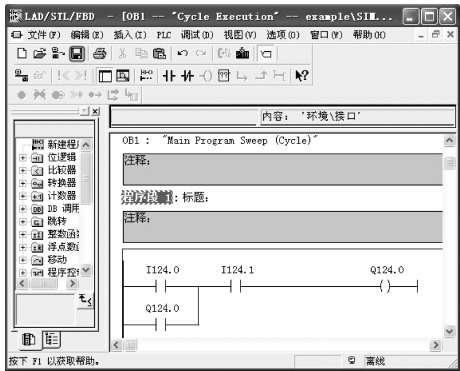

图 3-85 程序
3) 编写程序。打开程序编辑器，在编辑器中编写程序，如图 3-85 所示，再单击工具栏上的“保存”按钮，保存程序。